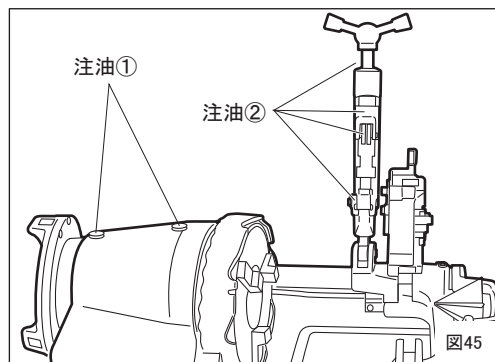

図45
1. 注油（図45）
①主軸軸受の注油
1か月に1度程度、スピンドル油またはマシン油を主軸部に注油してください。（図45 ①）
②パイプカッタの注油
ねじ部、ローラ軸、刃など、可動部にはご使用毎に注油してください。（図45 ②）